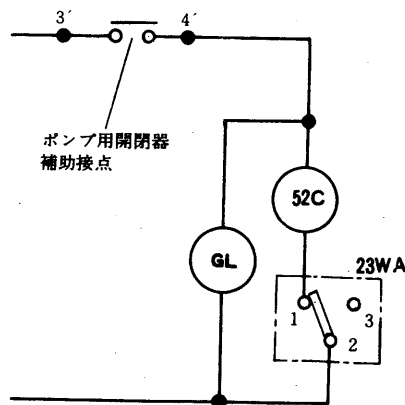

図2
- ポンプの電磁接触器の補助接点を利用し、圧縮機の制御回路に入れる。<図2 参照>